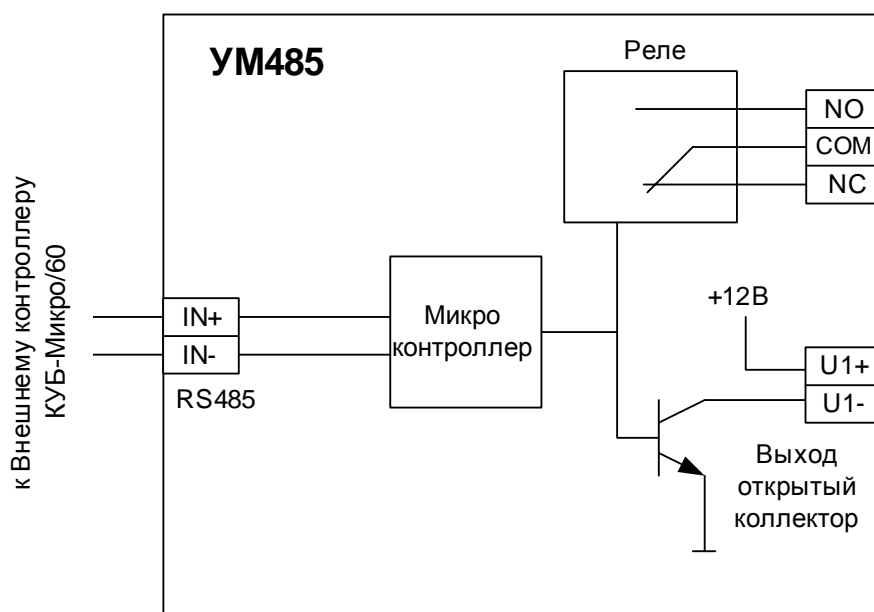
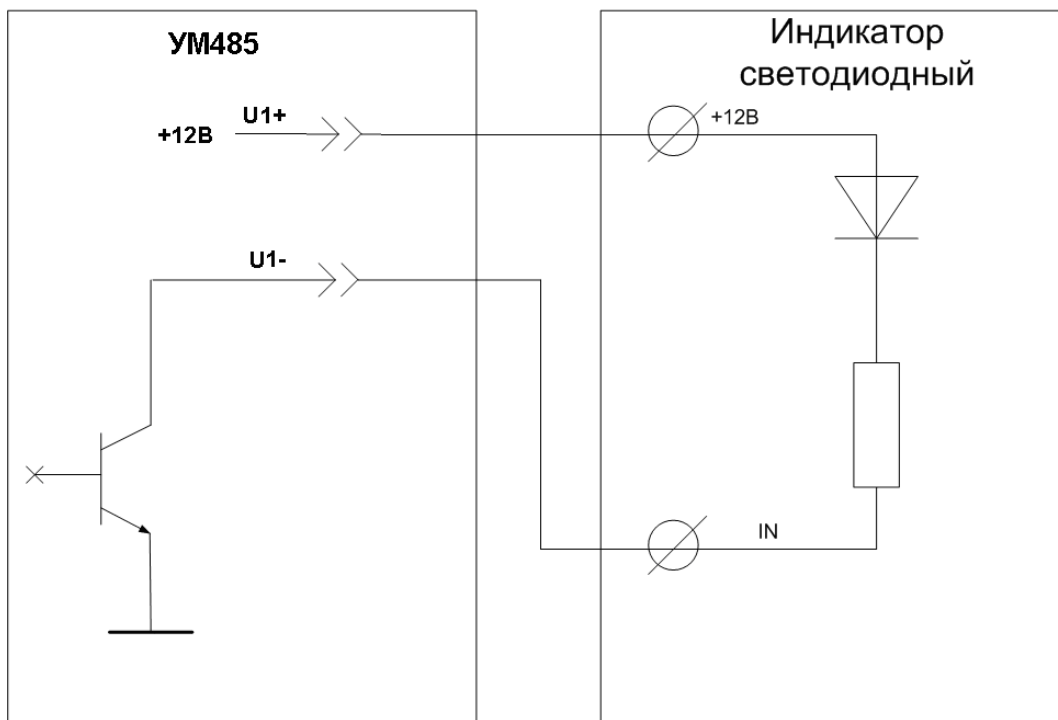

Рисунок 1 - Функциональная схема УМ485
Рисунок 2 - Организация дистанционного управления слаботочными низковольтными цепями
1.1 Внешний модуль расширения «Управляющий модуль УМ 485» (далее УМ 485) предназначен для организации управления на объектах. УМ485 имеет один канал управления, который активизируется из центра. Канал управления имеет два выхода срабатывающих одновременно (работающих параллельно): выход типа открытый коллектор и выход, содержащий электромагнитное реле (см. рис. 1).
Используйте выход типа открытый коллектор в слаботочных управляемых цепях ( $U_{\text{макс}}=45\text{В}$ ,  $I_{\text{макс}} = 0,2\text{А}$ ,  $P_{\text{макс}}=0,2\text{Вт}$ ), например, при подключении внешней светодиодной индикации (рис. 2).
3.2 Для организации управления объектом из диспетчерского центра соберите схему, руководствуясь рис. 1, рис. 2, рис. 3, с использованием клемм «U1+», «U1-» - для выхода U1 открытый коллектор, или «COM», «NC» (или «NO») для выхода U2 электромагнитного реле.